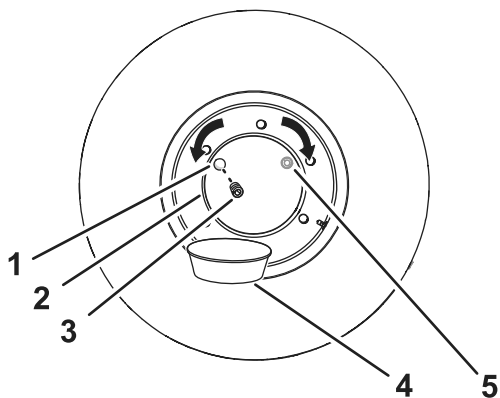

Figure 95
2. Faites avancer ou reculer la machine jusqu'à ce que le bouchon du moyeu de roue soit à la position 10 heures ou 2 heures (Figure 95).
8. Remettez le bouchon dans l'orifice d'huile du moyeu de roue (Figure 95).
1. Faites avancer ou reculer la machine jusqu'à ce que le bouchon d'huile du moyeu de roue soit à la position 12 heures; voir Figure 95 à la section Contrôle du niveau d'huile dans les moyeux de roue \(page 71\).
4. Placez un bac de vidange sous l'orifice de vidange du moyeu de roue (Figure 95).
5. Retirez le bouchon du moyeu de roue (Figure 95).
6. Vérifiez que le niveau d'huile atteint le bas des filets de l'orifice d'huile (Figure 95).